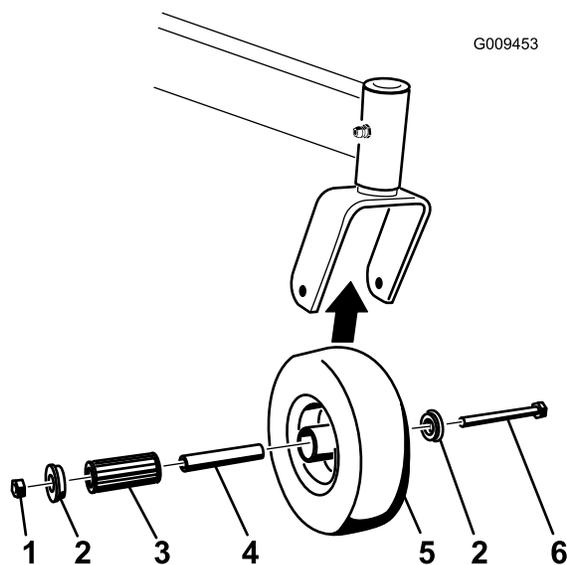

図 60
1. キャスタ・ホイールをキャスト・フォークに保持しているボルトとロックナットを外す (図 60)。
- ブッシュを外し、スパナ・ブッシュとローラ・ベアリングをハブから外す (図 60)。
- ハブについているもうひとつのブッシュも外し、ハブについているグリスや汚れを除去する (図 60)。
- ローラ・ベアリング、ブッシュ、スパナ・ブッシュ、それにハブの内側の磨耗具合を点検する。破損したり磨耗したりしている部品は交換する (図 60)。
- 組み立てるときには、ホイール・のハブにブッシュを 1 つ入れる。ローラ・ベアリングとスパナ・ブッシュにグリスを塗りつけて、ハブに通す。ハブにもうひとつのブッシュを入れる (図 60)。
- キャスタ・フォークの間にキャスタ・ホイール・アセンブリを入れ、ホイール・ボルトとロックナットで固定する。スパナ・ブッシュがキャスタ・フォーク内部に当たるまでロックナットを締め付ける (図 60)。